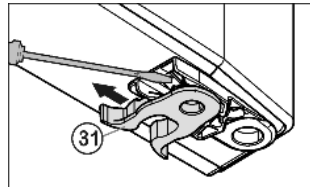

Fig. 6
- ▶ Jousilukitsimen *Fig. 6 (31)* vaihto: Paina lukitusnokka alas, vedä jousilukitsin sen yli pois.